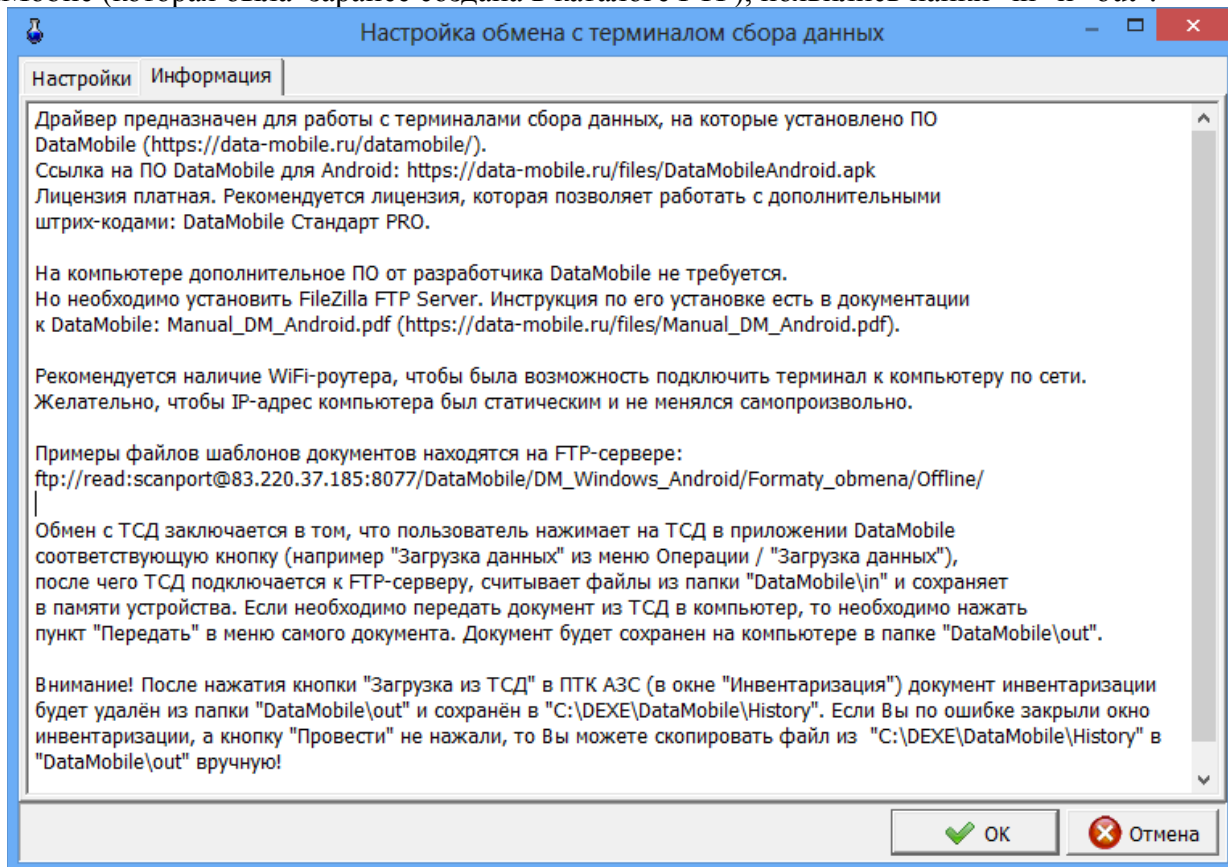

Рис. 2
1.4. Нажмите "Настройка.." и в открывшемся окне прочитайте подробную информацию на вкладке "Информация" (рис.2). На компьютере "ПТК АЗС. Сервер" необходимо установить FTP Server (например, FileZilla FTP Server). Инструкция по его установке есть в документации к DataMobile: Manual_DM_Android.pdf (https://data-mobile.ru/files/Manual_DM_Android.pdf). Настройте на компьютере FTP-сервер FileZilla согласно скаченной инструкции «Manual_DM_Android.pdf». После установки необходимо задать разрешение для FileZilla FTP Server в брандмауэре.